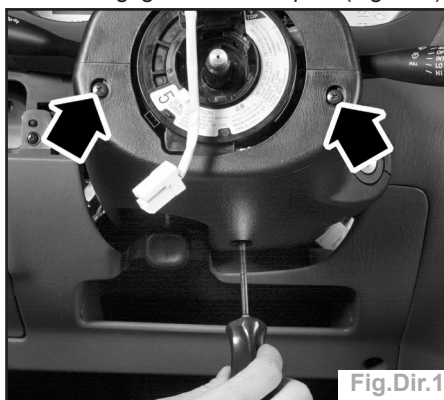

Fig.Dir.1
- Déposer les 3 vis de fixation de la demi-coquille inférieure de la colonne de direction et dégager la demi-coquille (Fig.Dir.1).